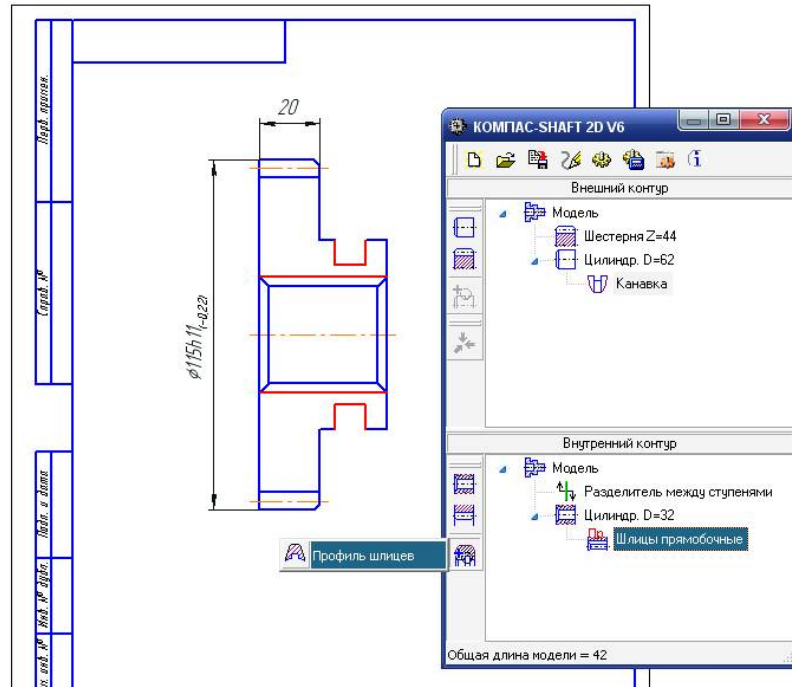

Рисунок 1.26 - Вибір пункту **Профиль шлицев**
- натисніть кнопку  – **Дополнительные элементы ступеней**. З'явиться випадаюче меню (рисунок 1.26)